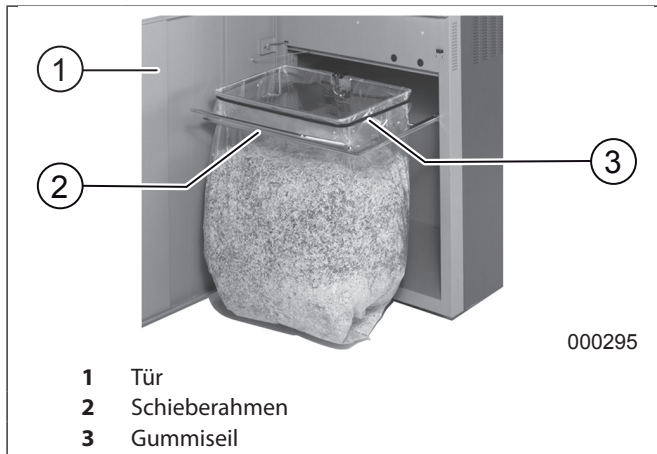

Abb. 5 Auffangbeutel entleeren
1. Tür öffnen und den Schieberahmen (Abb. 5/2) mit Auffangbeutel herausziehen.
2. Gummiseil (Abb. 5/3) entfernen, den vollen Beutel entnehmen und den Inhalt entsorgen.